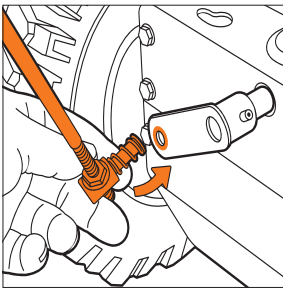
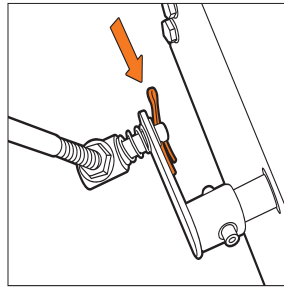

Рис. 30
Рис. 31
- Подсоедините штангу к кронштейну привода передач на корпусе снегоуборочной машины (Рис. 30) и зашплинтуйте ее (Рис. 31).